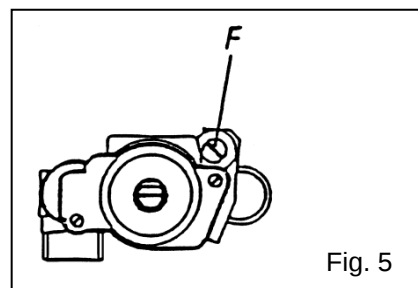

Fig. 5
5.1.2 Réglage du débit minimum (Fig. 5)